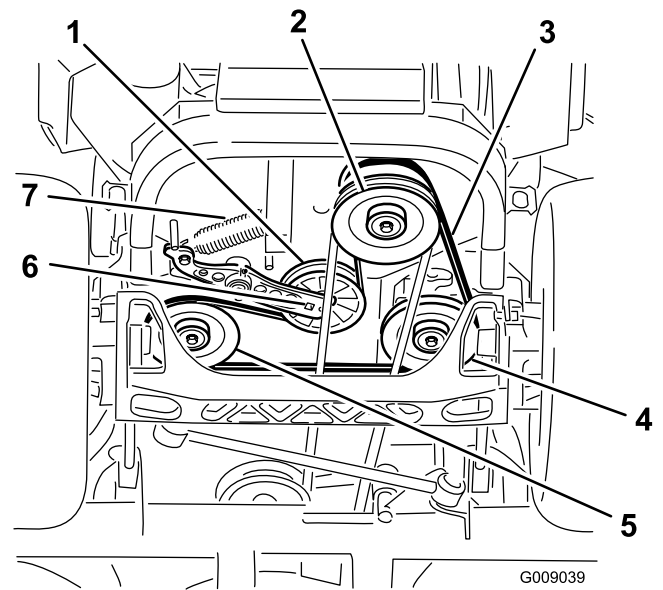

Figure 89
4. Soulevez la machine sur des chandelles (Figure 89).
5. Insérez un rochet dans le trou carré du bras de la poulie de tension pour déposer le ressort de la poulie de tension (Figure 89).
6. Décrochez le ressort de tension sur le cadre (Figure 89).
9. Insérez un rochet dans le trou carré du bras de tension pour installer le ressort de la poulie de tension sur le cadre (Figure 89).